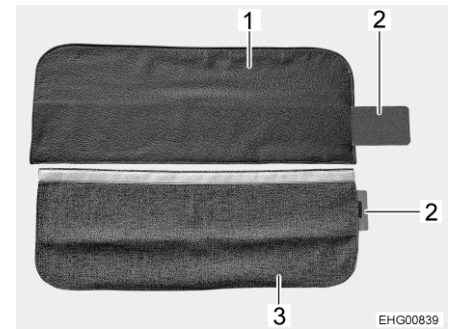

Fig. 86 Protection des ceintures de sécurité
La protection des ceintures de sécurité peut être en cuir (Fig. 86,1) ou en étoffe (Fig. 86,3).
- Introduire entièrement le renfort métallique (Fig. 86,2) dans la poche de la protection des ceintures de sécurité (Fig. 86,1 ou Fig. 86,3).